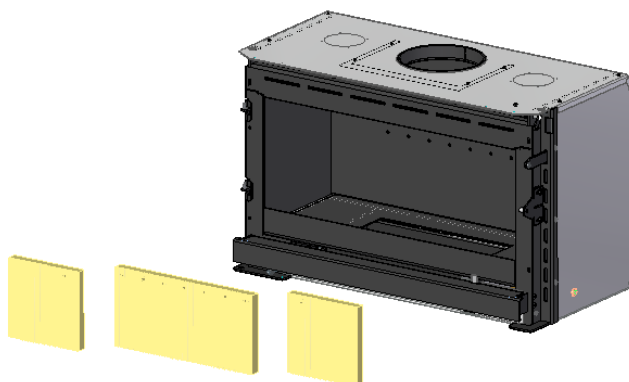

Figura 41 – Retirada de las piezas traseras de vermiculita del equipo
4. Retire las 3 piezas de la parte trasera moviéndose hacia el frente de la unidad y la parte trasera hacia el exterior de la unidad, Figura 41.